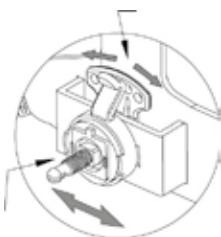

FIG. 8
- Regolate l'angolo di visuale allentando la manopola di tensione del copricapo sul lato destro del casco. Liberare la leva di regolazione, ruotarla in avanti o indietro nella posizione di inclinazione desiderata. Rilasciata la leva il casco si blocca in posizione (Fig. 8).